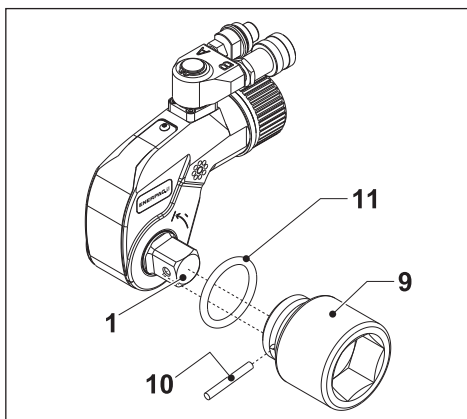

図4
- ボルトを締め付ける場合は、図4に示す場所にドライブシャフトを取り付けます。
3.4.1 六角ソケットを取り付けるには (図4)
3.4.2 六角ソケットを取り外すには (図4)